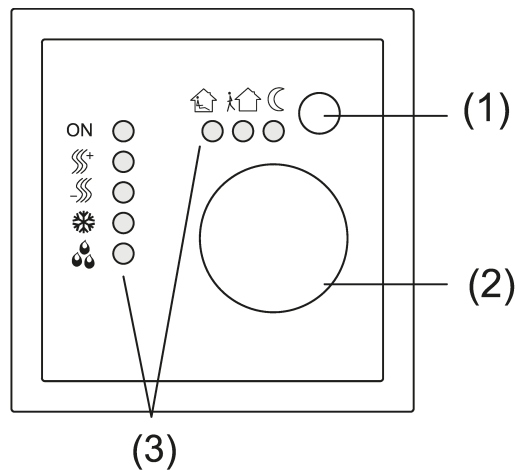

Bild 1: Bedien- und Anzeigeelemente
Der Regler vergleicht die aktuelle Raumtemperatur mit der eingestellten Soll-Temperatur und steuert entsprechend dem aktuellen Bedarf Heiz- und Kühlgeräte an. Die Soll-Temperatur wird durch den eingestellten Betriebsmodus bestimmt und kann über das Stellrad (2) variiert werden. Der gewählte Betriebsmodus und der aktuelle Reglerstatus werden an der Status-LED (3) angezeigt (siehe Bild 1).
Neuer Betriebsmodus wird an der Status-LED (3) angezeigt (siehe Bild 1).
- Präsenz-Taste (1) betätigen (siehe Bild 1).